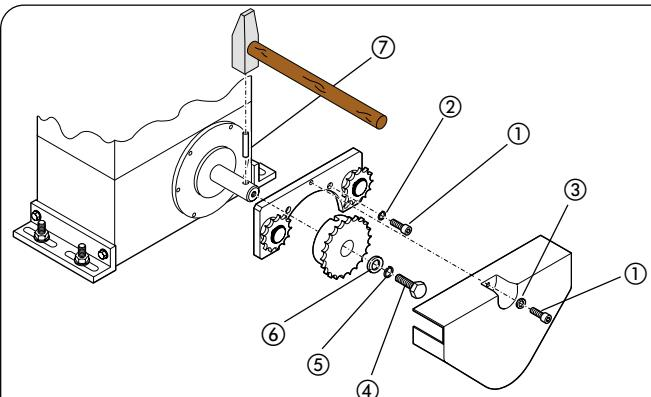
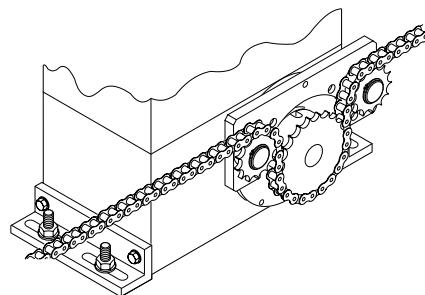

Fig. 20
Fig. 21
- Monter de spanstift ⑦ in de as met behulp van een hamer.
- Plaats de beugel van de tussenoverbrengingen op de flens van de motorvertraging met behulp van de vierschroeven ① (M5 x 12) en de bijbehorende ringen ② uit de set, zoals aangegeven op fig. 20.
- Plaats de kettingpignon op de as en laat hierbij de zittingen van de pignon op de spanstift samenvallen en haal de schroef ④ en de ringen ⑤ en ⑥ aan.
- Voer de ketting door zoals aangegeven op fig. 21 en monter de afdekking met de schroef ① en de ring ③ van fig. 20.